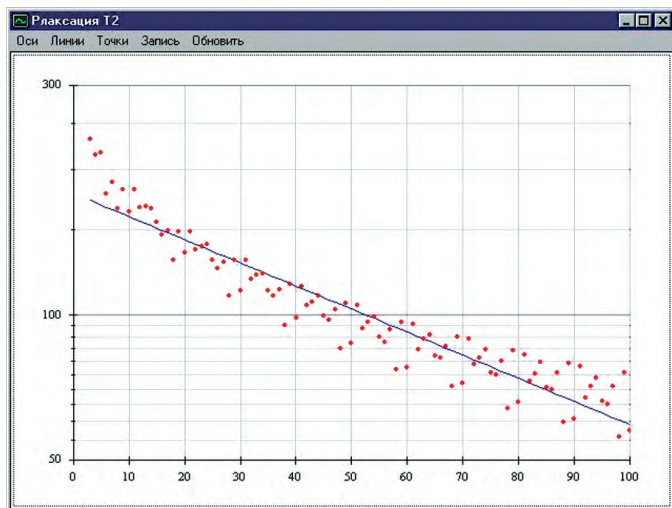

Рис. 5. Окно графика спада релаксации смеси вода-нефть, полученного при измерении состава смеси в отладочном режиме
- запуск отдельных операций измерителя в отладочном режиме, получение данных и построение графиков по массивам отладочных результатов (рис. 5).